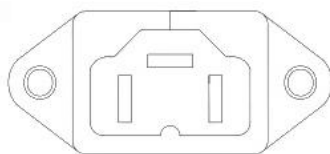

Figura 4-16
3. Priză de încărcare (vezi Figura 4-16).